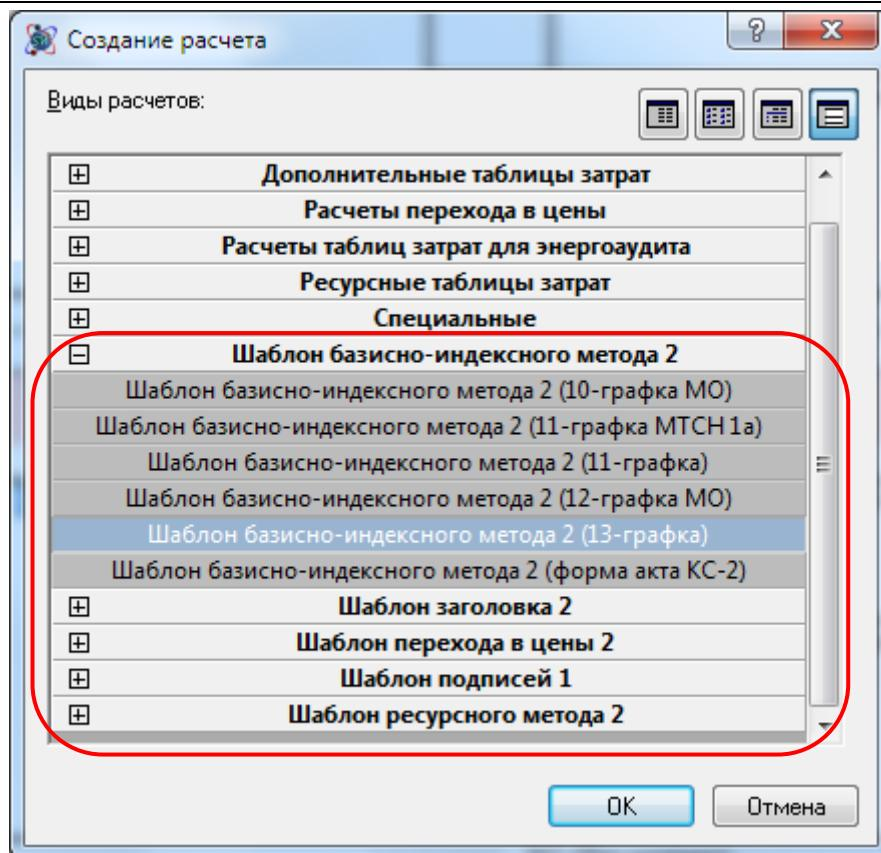

Рис. 6.28 Расчеты по шаблону
2. В диалоговом окне *Создание расчета* выбрать расчет из группы Шаблон (рис. 6.28) и нажать на кнопку OK.